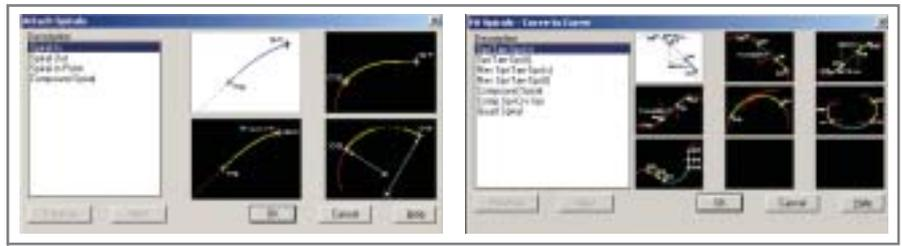

Рис. 5. Способы сопряжения элементов трассы
- сопряжение переходными кривыми различных элементов трассы (рис. 5).